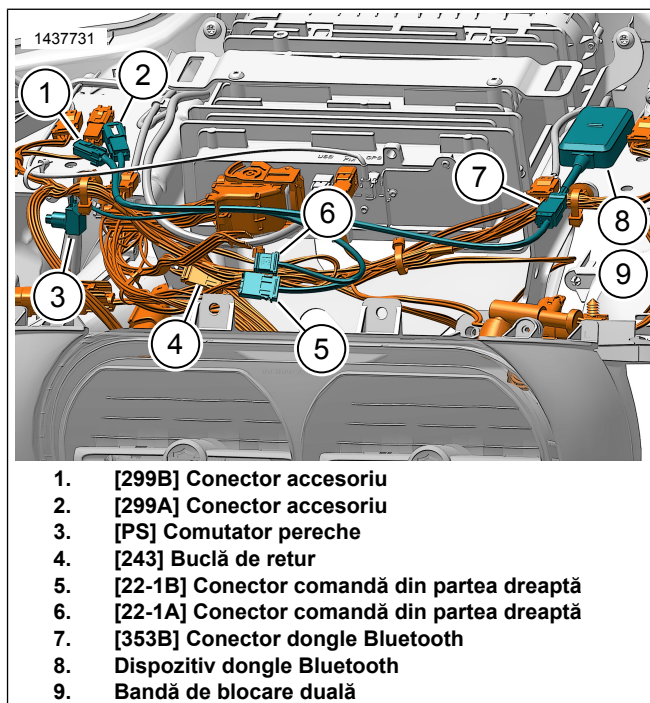

Figura 15. Cablaj dispozitiv dongle Bluetooth pentru carenaj montat pe cadru (2014-2016)
1. A se vedea figura 15. Instalați și dirijați cablajul dispozitivului dongle bluetooth sub carenaj.